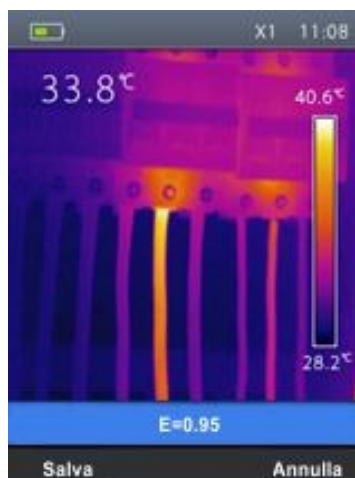

Abb. 24: Speicherung des Bildes im Display
3. Drücken Sie die **T** (Trigger) Taste zum Einfrieren des Bildes im Display (siehe Abb. 24).